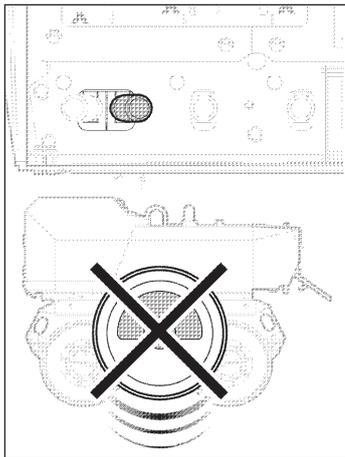

Fig. SE6 Vibration switched off
- 1) Vibration switched off (Fig. SE6)